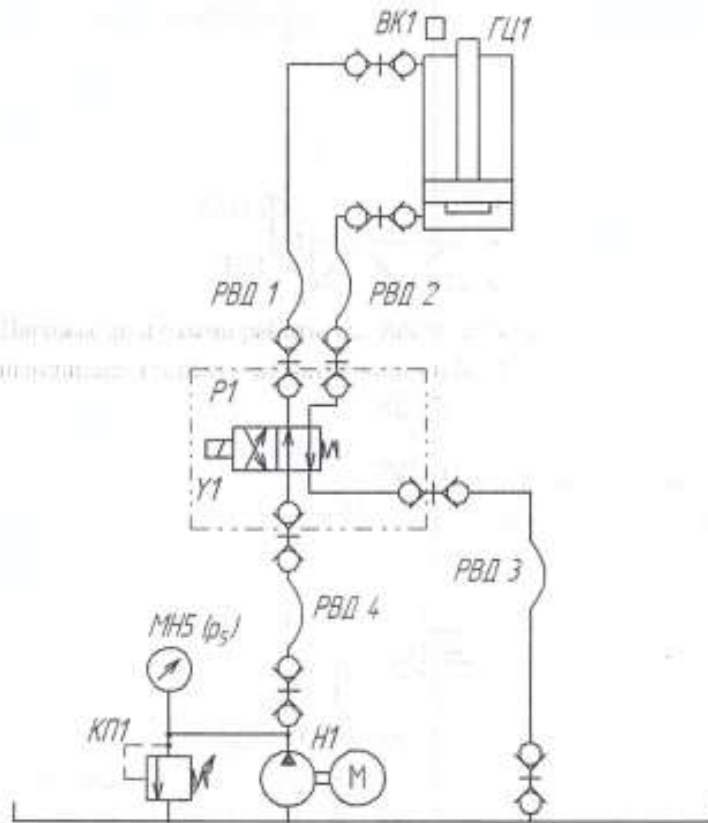

Рисунок 25.1 –Схема гидравлическая
- 1 Начертить электрическую схему рис.25.1, 25.2.